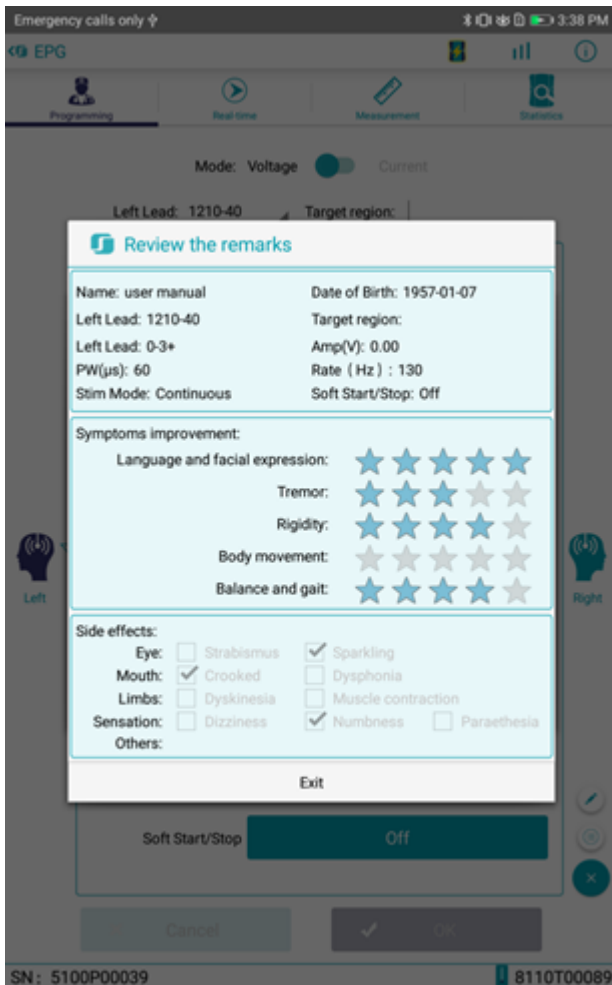

FIGURA 35: Revisar los comentarios\*
4) Haga clic en el nombre correspondiente de las observaciones para revisar el contenido detallado (Figura 35).